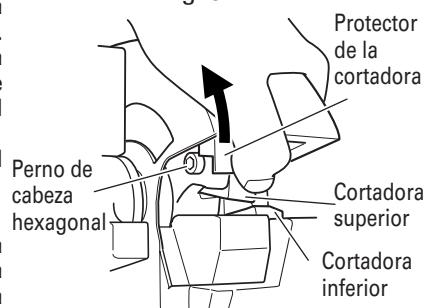

Fig. 10
(1) Tire ligeramente del interruptor y deje que la cortadora superior se mueva lentamente. Cuando el perno de cabeza hexagonal que fija a la cortadora superior salga de la cubierta de leva, desconecte el interruptor y detenga el motor.
(2) Desenchufe el cable de alimentación del tomacorriente.
- Si saca el perno de cabeza hexagonal con la llave Allen suministrada, podrá desmontar la cortadora. (Si empuja el protector de la cortadora hacia arriba en la dirección de la flecha indicada en la Fig.10, se facilitará el desmontaje de la cortadora superior).
- Sacando el perno de cabeza hexagonal con la llave Allen suministrada, podrá desmontar la cortadora. (Si empuja el protector de la cortadora hacia arriba en la dirección de la flecha indicada en la Fig. 10, se facilitará el desmontaje de la cortadora superior).